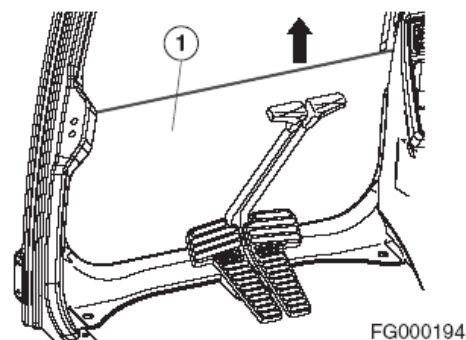

Рис. 137
1. После установки переднего верхнего окна в крыше кабины, снять нижнее стекло (1, рис. 137) в направлении, указанном стрелкой.